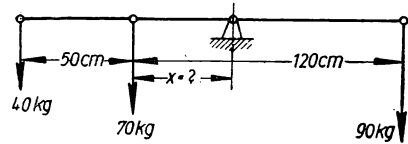

Bild 201
**327.** An einem Hebel greifen drei senkrechte Kräfte nach Bild 201 an. In welchem Abstände  $x$  vom Angriffspunkte der mittleren Kraft muß der Hebeldrehpunkt angeordnet werden, damit Gleichgewicht besteht? Die zeichnerische Lösung soll durch Rechnung nachgeprüft werden.